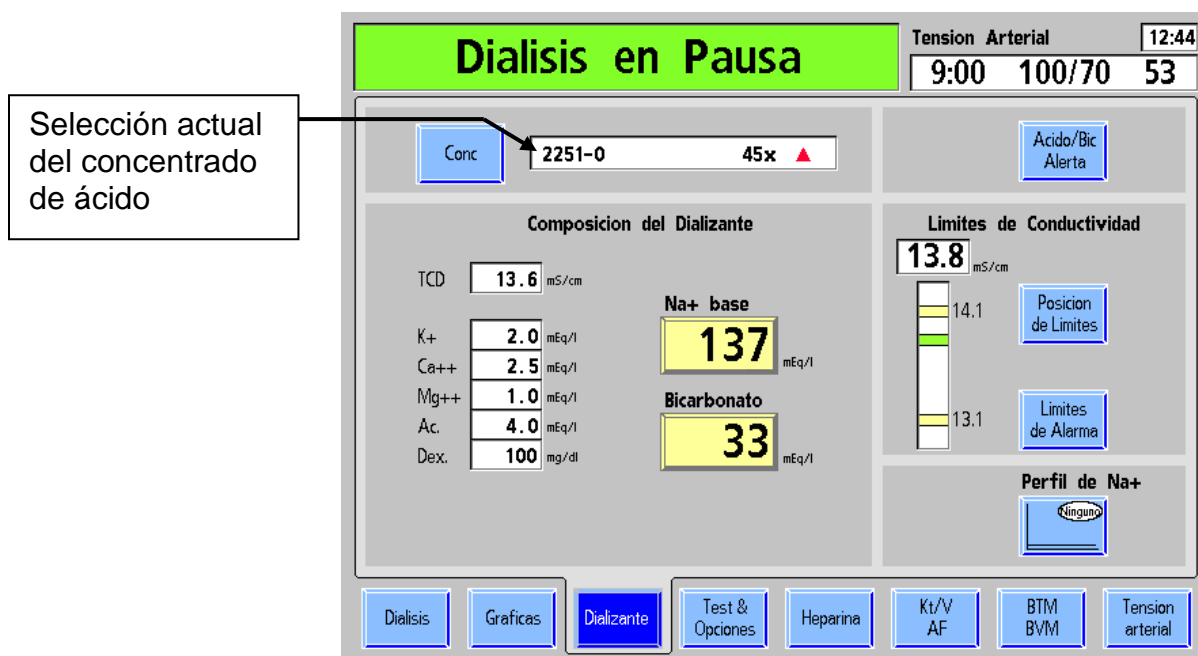

Figura 20 – La pantalla “Dializante”
3. Si se prepara la máquina para la diálisis normal, toque el botón **Diálisis** en la pantalla táctil. La pantalla “Dializante” aparecerá en el monitor (vea Figura 20).